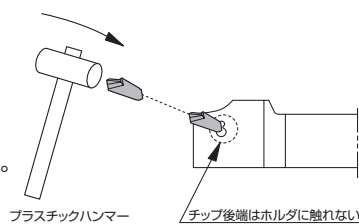

図1 取付け方法
- チップは、プラスチックハンマーで軽く叩いて押し込んで下さい(図1)。(指で摘んで引っ張った時、抜けない程度に押し込む)